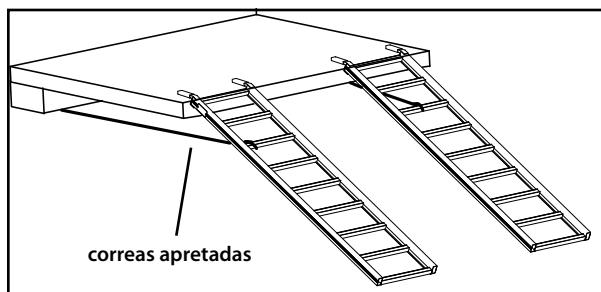

Figura 2
1. En un suelo nivelado, apoye ambas rampas en la puerta trasera. **CONSULTE LA FIGURA 2.** Asegúrese de que las rampas estén centradas en la puerta trasera y alineadas correctamente con el ancho de las ruedas del vehículo todo terreno de cuatro ruedas.